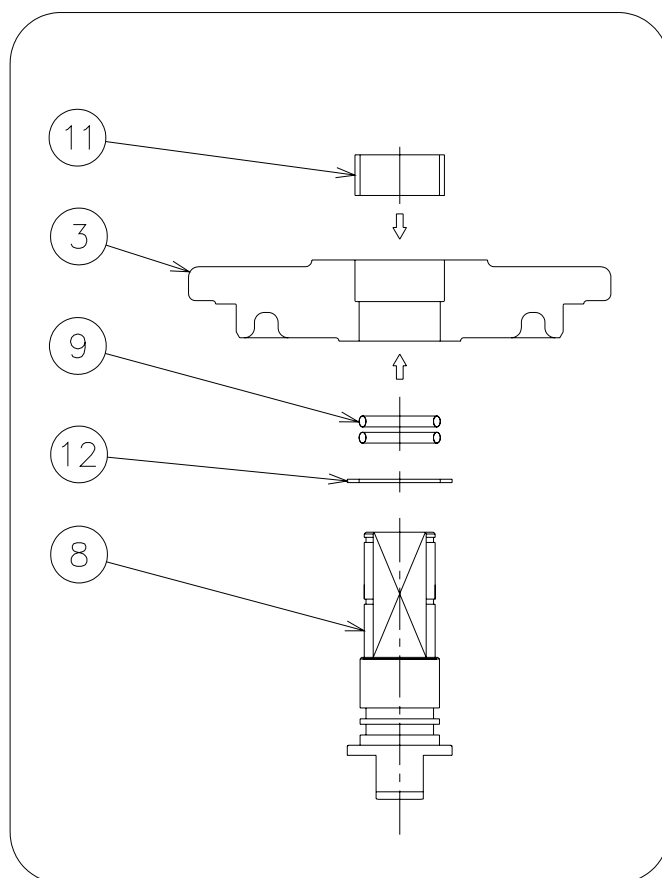

図 1
- 8) 図1を参照して、ステム にスラストベアリング 及びO-リング を入れトップフランジに下から挿入する。ステムが入り込んだらステムベアリングをトップフランジの上から入れる。